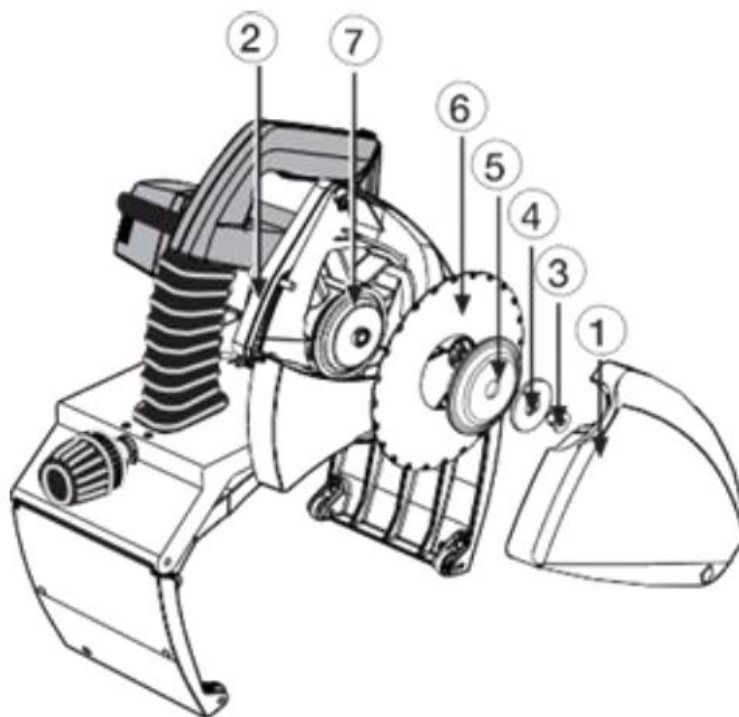

Рис. 14
1. Снимите крышку шильды диска (Рис. 14/1) открутив винт (Рис. 14/2). Для снятия болта крепления диска используйте ключ диска. Снимите крепежный болт (Рис. 14/3), прокладку (Рис. 14/4), фланцевый диск (Рис. 14/5), и сам диск (Рис. 14/6).
2. Перед установкой нового диска проследите за тем, чтобы и режущий, и фланцевый диски были чистыми. Установите новый или заточенный диск на подкладной фланцевый диск (Рис. 14/7), так, чтобы маркированная сторона диска смотрела наружу, а стрелки диска совпадали с направлениями вращения, указанными на внутренней стороне крышки диска.